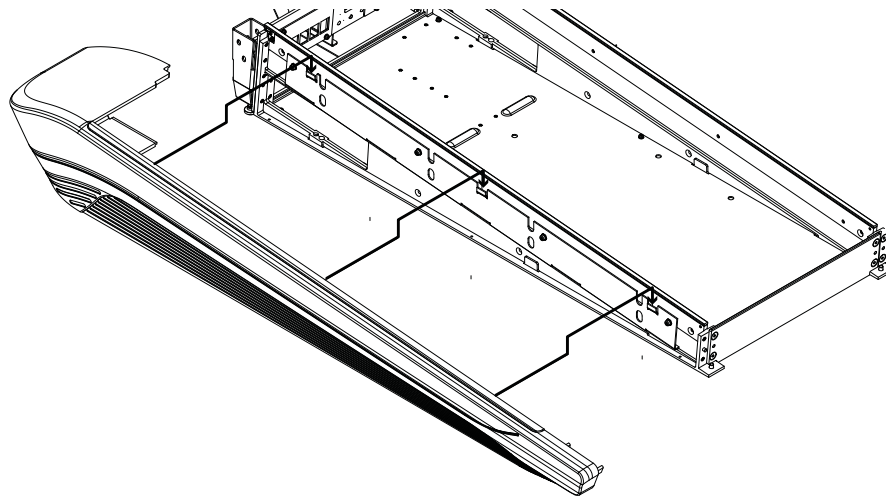

Figure 28. Fixation du capot latéral gauche
- 2 Assurez-vous que les câbles d'alimentation et Ethernet ne gênent pas, puis positionnez le panneau sur le support latéral de sorte que ses languettes de fixation s'insèrent dans les emplacements de la plaque de montage, comme représenté sur la Figure 28.